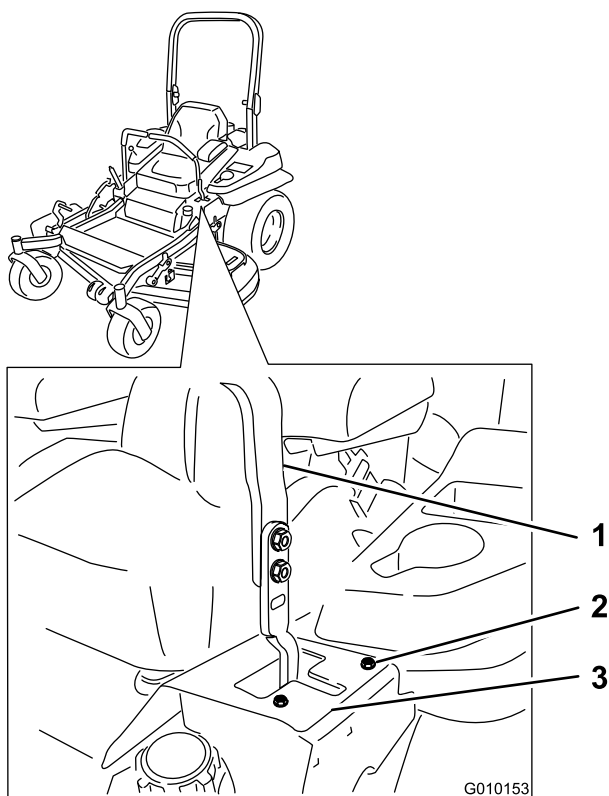

Figura 55
a T sinistra finché la macchina non procede in linea retta (Figura 55).
- Se tende a sinistra, allentate i bulloni e regolate la piastra della battuta destra spostandola indietro sulla fessura a T destra finché la macchina non procede in linea retta (Figura 55).
- Serrate i bulloni della piastra della battuta (Figura 55).